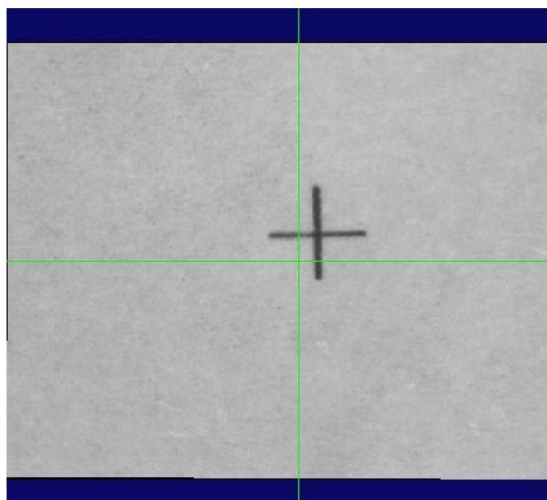

Fig. 3-61
1. Primeiro, coloque o touch screen a ser cortado embaixo da câmera para que o ponto de marca fique visível na área de visão (por exemplo, "+"), como na Fig. 3-61: